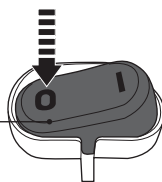

Fig. 20
- > Ponga el interruptor encendido / apagado (16) en la posición O para apagarlo (Fig. 20).